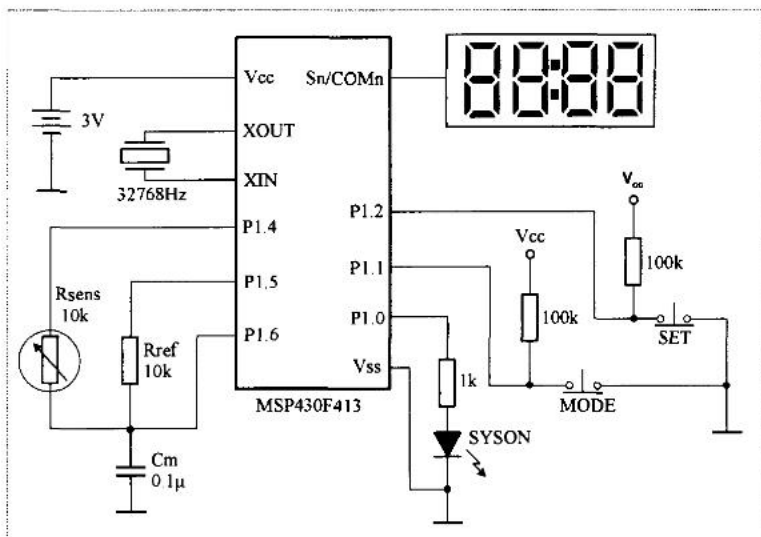

图 2
**硬件设计** 温控仪的原理框图和原理图分别如图 2、图 3 所示, 包括 MSP430F413、LCD 显示、实时时钟和设置按键输入, 由中断触发主循环每秒运行一次, 执行完毕后进入 LPM3 模式实现系统超低功耗。